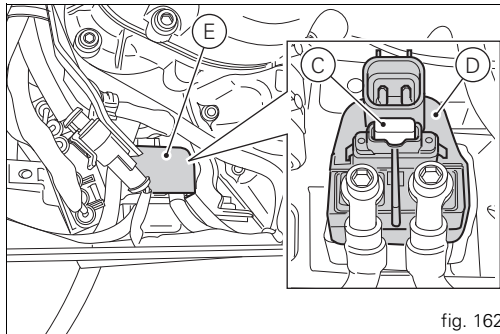
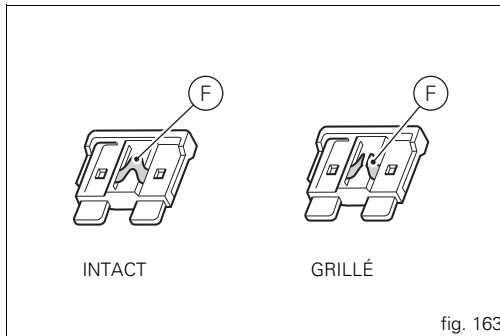

fig. 162
fig. 163
FUSIBLE MASTER, PROTÉGÉ PAR UN FUSIBLE DE 30 A placé sur le solénoïde de démarrage, derrière la batterie (C, fig. 162).
Le fusible principal (C, fig. 162) est positionné près de la batterie, sur le solénoïde de démarrage (D). Pour accéder au fusible, il faut déposer le capuchon de protection (E). On peut reconnaître un fusible grillé par la coupure de son filament conducteur interne (F, fig. 163).